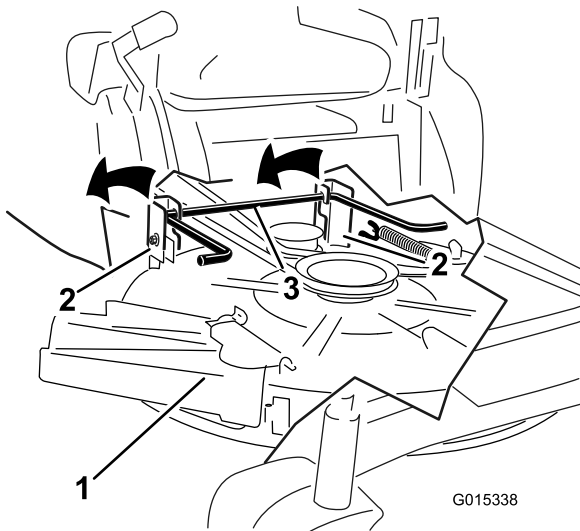

Figura 56
5. Levante a plataforma de corte e os suportes de suspensão afastando da haste de elevação traseira e baixe o cortador cuidadosamente até ao chão (Figura 56).
- Levante a parte de trás da plataforma de corte e oriente os suportes de suspensão por cima da haste de elevação traseira (Figura 56).